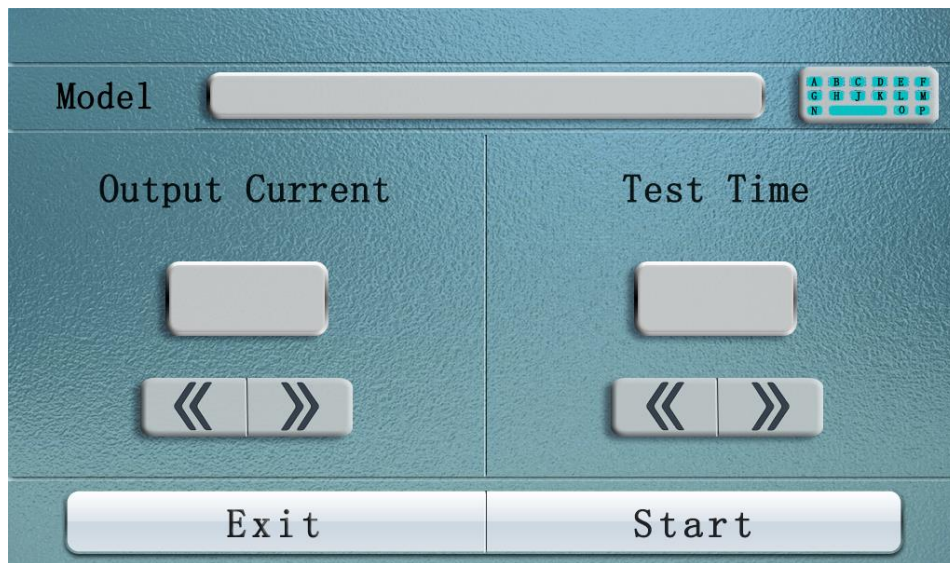

Figure 2
2. Appuyez sur le « test de données » pour entrer dans l'interface suivante, comme indiqué à la figure 2
1. méthodes de câblage: comme le montre la figure 2, ligne de test spéciale de couleur rouge à rouge, noir à noir, la ligne de courant plus épaisse connectée fermement avec les vis de borne I +, I - correspondantes, la ligne d'alimentation plus mince insérée dans la prise V + , V -, deux pinces testées aux extrémités du produit.